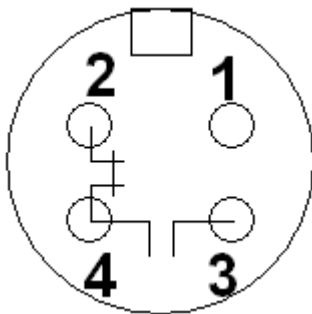

Рисунок 3
- состояние контактов разъема РС-4ТВ (вилка) при включенном приборе и концентрации контролируемого газа меньше пороговой концентрации показаны на рис. 3.